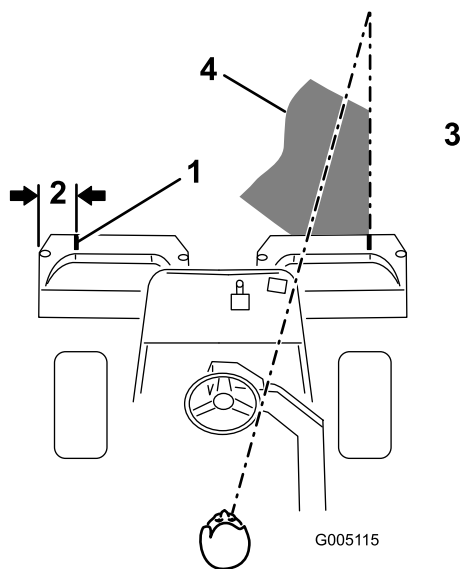
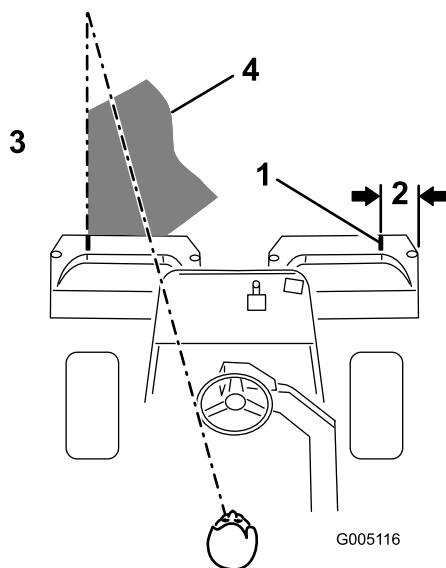

Figura 22
Figura 23
- Coloque un trozo de cinta blanca o pinte una raya en cada recogehierbas, paralelo al borde exterior de cada uno (Figura 22).
3. Debe haber un solape mínimo con las pasadas anteriores. Para ayudar a mantener una línea recta a través del green y mantener la máquina a la misma distancia de la pasada anterior, establezca una línea imaginaria aproximadamente de 1,8 a 3 m por delante de la máquina hasta el extremo de la parte no segada del green (Figura 22 y Figura 23). Puede ser útil incluir el borde exterior del volante como parte de la línea imaginaria, es decir, mantener el borde del volante alineado con un punto que se mantiene siempre a la misma distancia de la parte delantera de la máquina (Figura 22 y Figura 23).